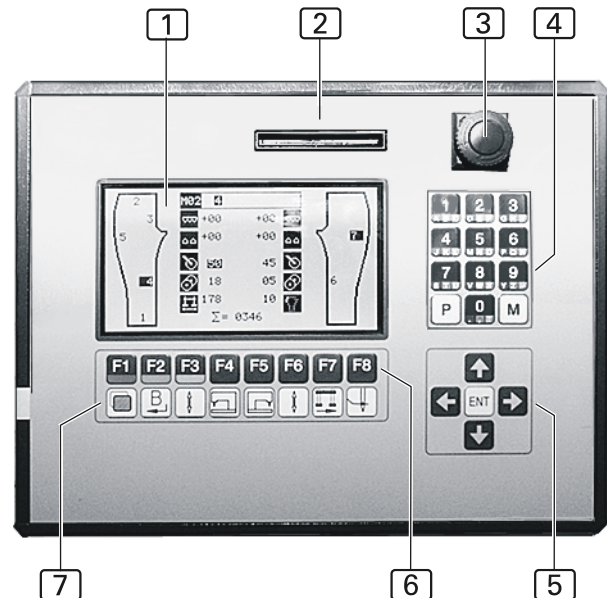

Abb. 17
**Abb. 17:** Das Bedienteil ist Anzeige- und Eingabemedium der Maschinensteuerung. Im Bedienteil sind der Mikroprozessor zur Steuerung der Maschine und die Speichermedien (EPROM) zur Sicherung der Programmsteuerung installiert.